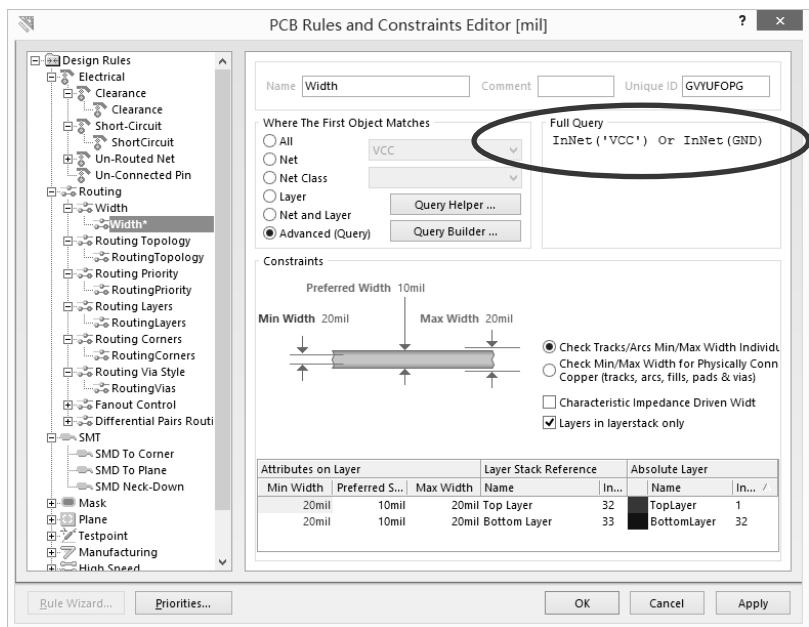

图 3.3.31 “Full Query (全查询)”选项区域的范围已更新
(7) 单击 “OK” 按钮关闭 “Query Helper” 对话框。在 “Full Query (全查询)” 选项区域的内容更新为新的内容, 如图 3.3.31 所示。